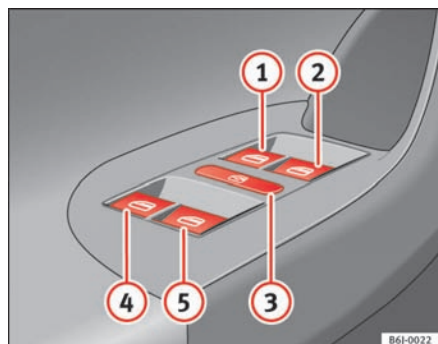

Fig. 47 Udsnit af førerdøren: kontakter til de forreste og bageste elruder
Kontakterne ⇒ side 82, fig. 47 ①, ②, ④ og ⑤ har to trin til åbning og to til lukning af ruden. Derved bliver det lettere at styre åbningen og lukningen.